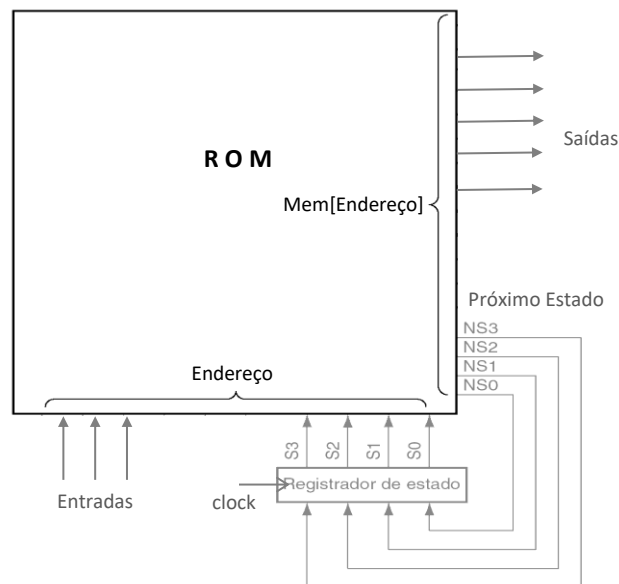

Figura 3: Implementação de uma máquina de estados através da programação de uma memória ROM
Considerando que qualquer função lógica combinacional pode ser implementada de maneira simples com o uso de uma tabela, pode-se construir qualquer máquina de estados com o uso de uma memória ROM. Reduzindo o esforço de projeto dos circuitos de transição e de saída a uma simples programação desta memória, conforme mostrado na figura 3.
No exemplo mostrado na **Figura 3**, utiliza-se um registrador de estados de 4 bits, possibilitando a definição de uma máquina de até 16 estados. Está definido também 3 sinais de entradas (X,Y,Z) e 5 sinais de saída (A,B,C,D,E). Os sinais NS correspondem ao próximo estado (*Next State*) a ser assumido pela máquina, dadas as entradas e o estado atual (S). A memória ROM possuirá então $2^{(3+4)}=128$ posições de 9 bits em cada endereço, sendo que apenas algumas delas serão efetivamente utilizadas dependendo do problema.